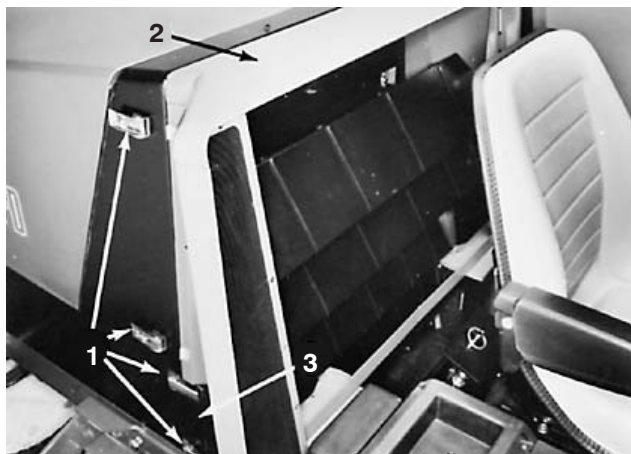

Bild 43
- B. Entriegeln Sie die Riegellaschen an beiden Seiten und nehmen Sie die Kühlerhaube und die Rippenhalterung ab (Bild 43).